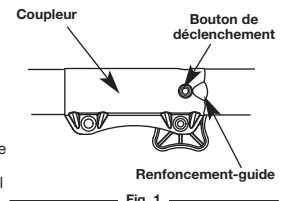

Fig. 1
2. Appuyez sur le bouton de déclenchement et maintenez-le enfoncé (Fig. 1).
**REMARQUE:** alignez le bouton de déclenchement avec le renforcement-guide pour faciliter l'installation (Fig. 1).